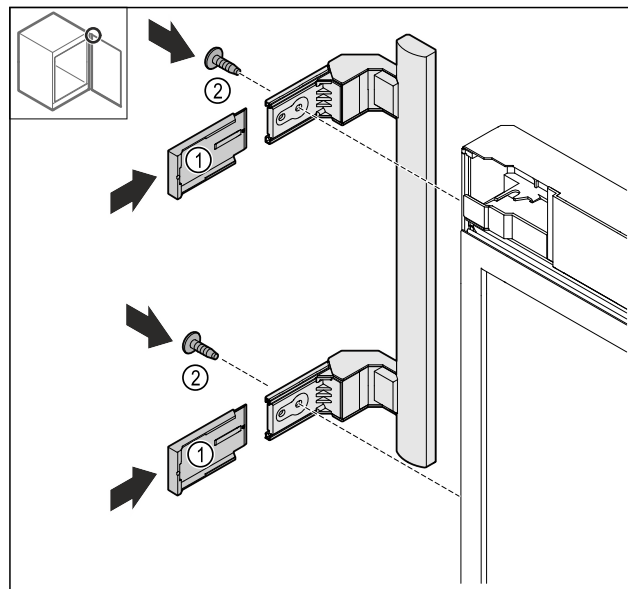

Fig. 17
- Pousser les caches Fig. 17 (1).